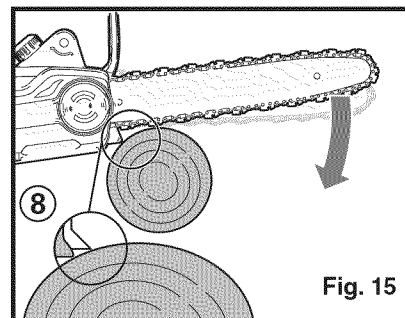
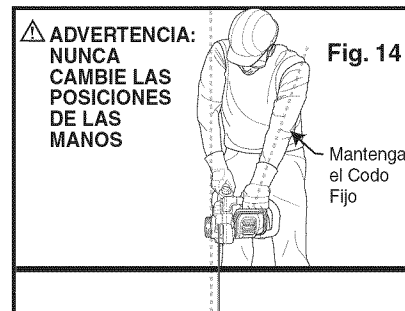

Fig. 15
Fig. 14
2. Sujete la motosierra en el lado derecho de su cuerpo (Ver la Fig. 14).
4. Utilice los Paragolpes con Pincho (8) para asegurar la sierra a la madera antes de empezar a cortar.
5. Utilice los Paragolpes con Pincho como un punto de apoyo durante el corte. (Ver la Fig. 15)